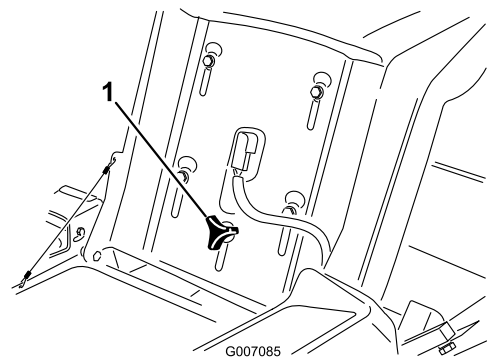

Figura 20
1. Levante el asiento y afloje el pomo de ajuste lo suficiente para poder desplazar el asiento (Figura 20).